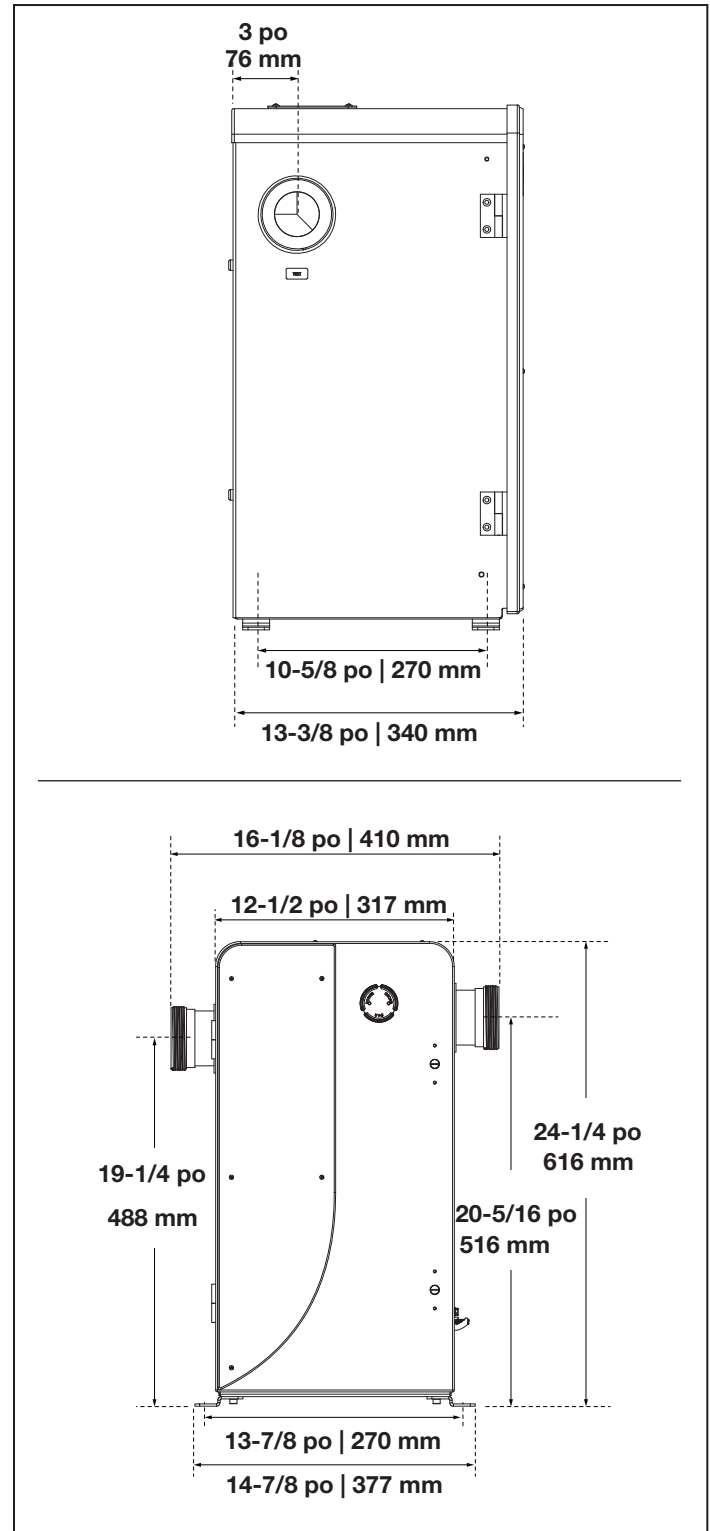
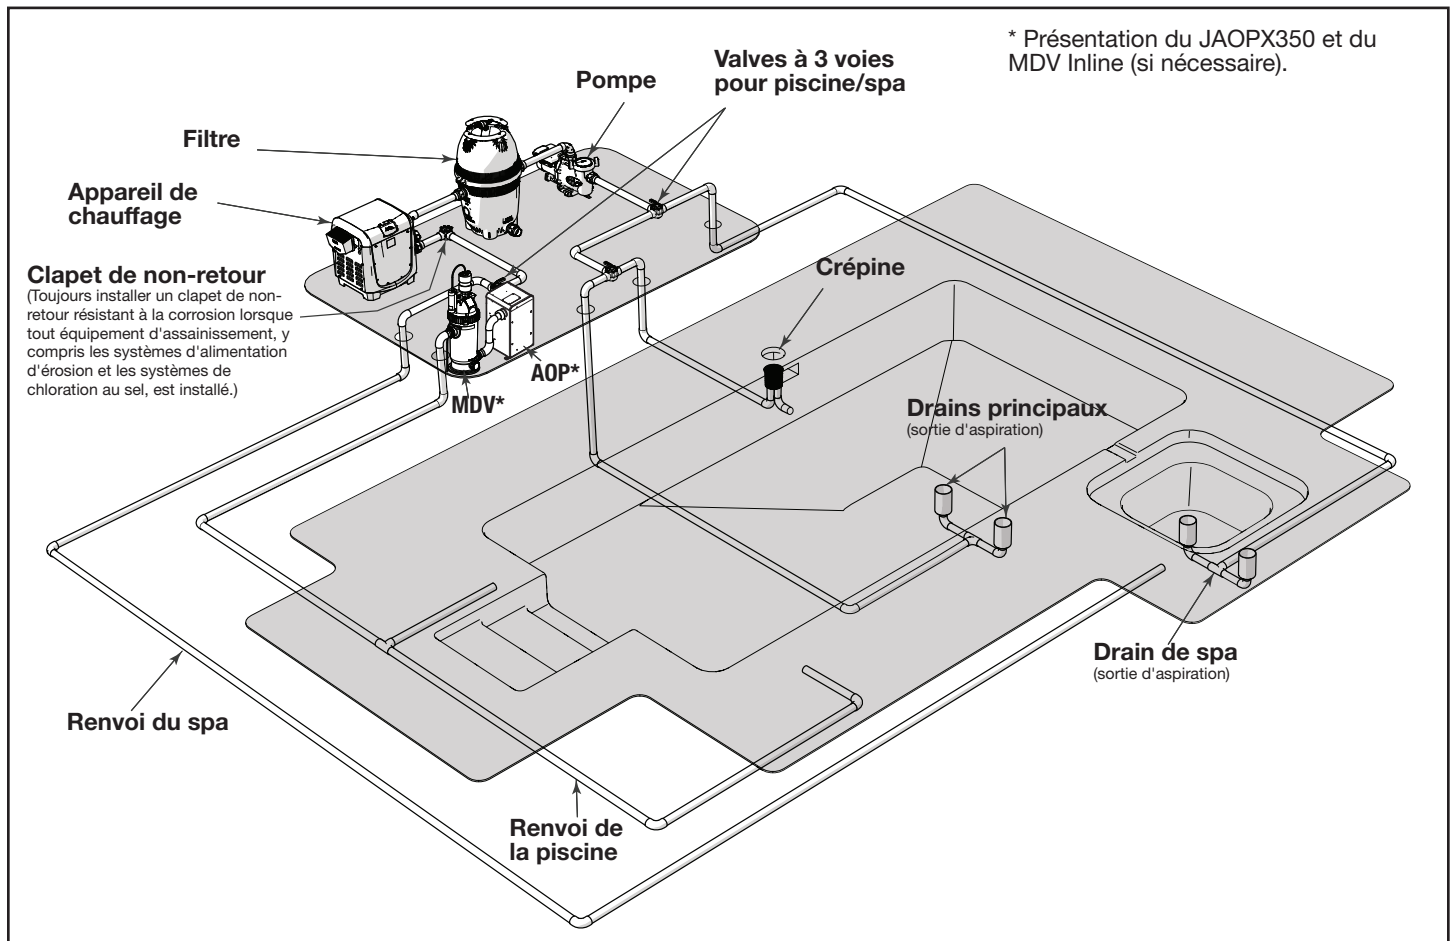

Figure 2. Dimensions pour l'installation des systèmes JAOPX200 et JAOPX350
Figure 4. Emplacement typique de Jandy AOP dans la tuyauterie de la piscine
- Utiliser les raccords de raccordement fournis pour connecter l'entrée et la sortie du Jandy AOP à la plomberie de la piscine, comme indiqué sur la Figure 4.
- Pour l'installation avec des désinfectants et des nettoyants de piscine supplémentaires, voir la section 7.1, *Annexe A : Jandy Installation du système AOP X Series — Plomberie du système*. La Figure 2 montre les dimensions connexes. La Figure 4 montre un schéma de plomberie typique.